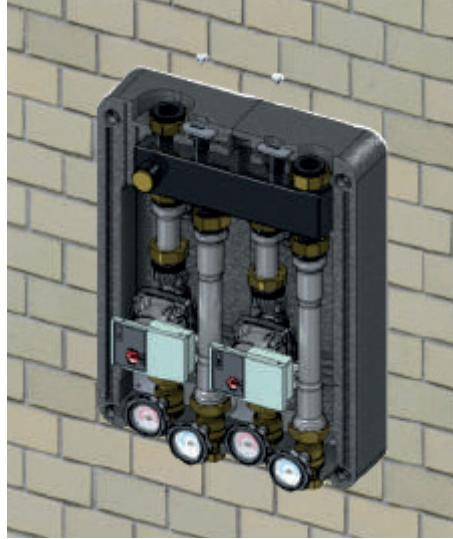
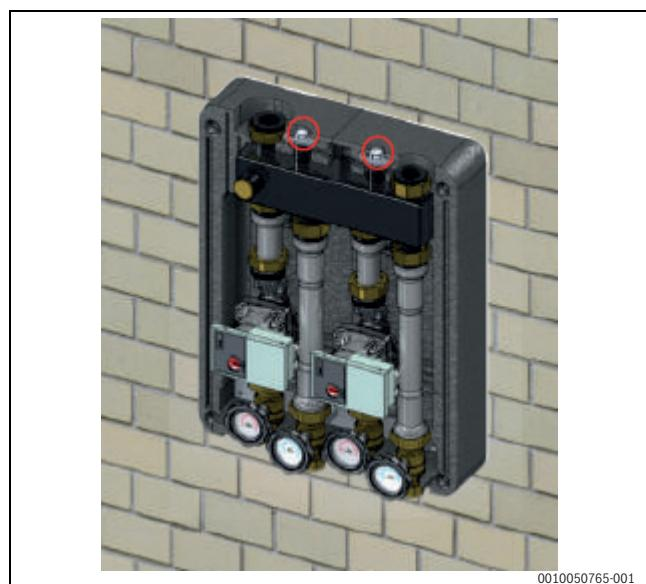

Fig. 318 Fissare il modulo alla parete
Fig. 319 Avvitare le viti a testa esagonale
5. Fissare il modulo alla parete utilizzando i supporti a parete installati in precedenza (→ Fig. 318). Avvitare le viti a testa esagonale (→ Fig. 319).